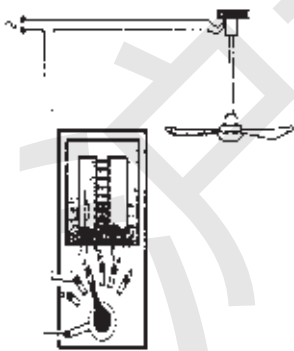

图 2-32
7. 教室中和家庭中的电风扇, 都可以调节快慢(图 2-32)。要调节快慢, 就要改变电动机的电流。风扇一般用交变电流, 要改变电流的大小, 可以用电感器。请在老师的指导下, 拆解一只吊扇的调速器, 研究它是通过什么作用调节吊扇快慢的。